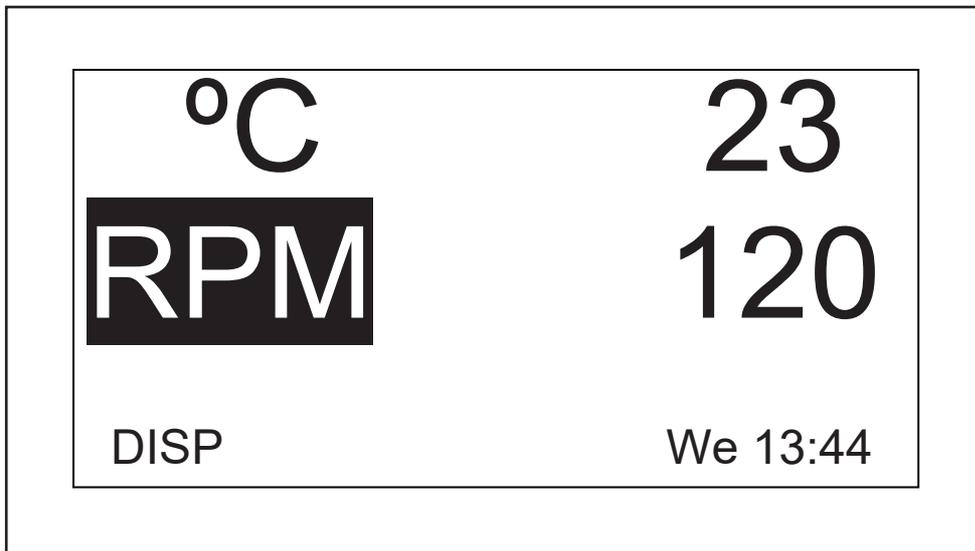

Fig. 9-1: Alterar parâmetro de indicação
1. Usando o botão de comando, realce o parâmetro que pretende substituir. Para este exemplo, substituiremos  $\text{RPM}$  (aqui Fig. 9-1 na pág. 50).